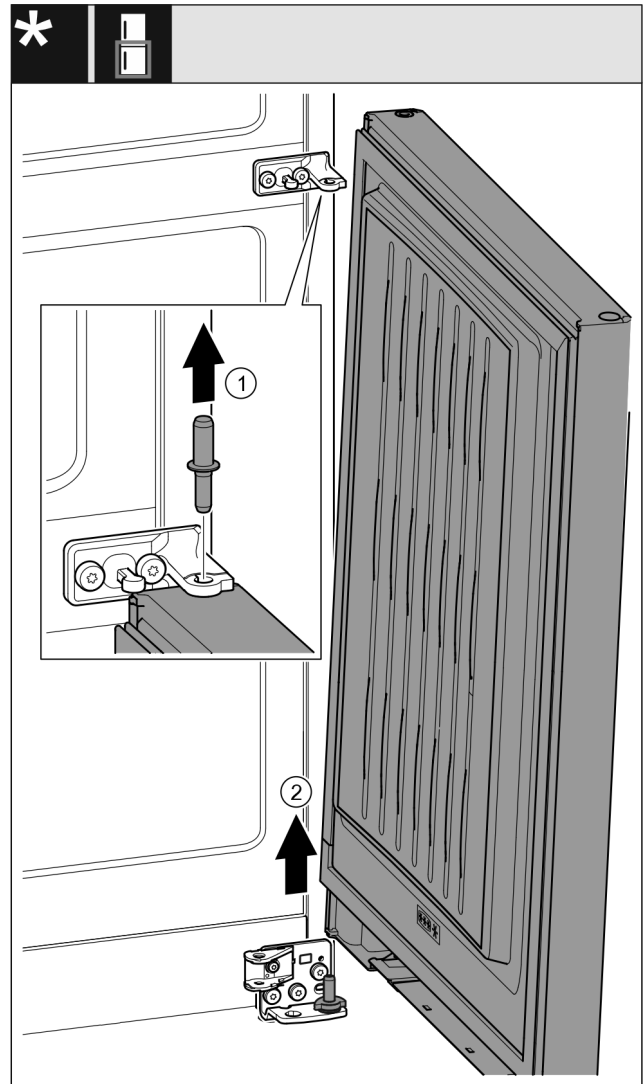

Fig. 32 So zatváracím tmičom*
- ▶ Vytiahnite čap Fig. 32 (1) nahor.*
- ▶ Vyklopte dvere Fig. 32 (2) von, nadvihnite smerom hore a odložte nabok.*